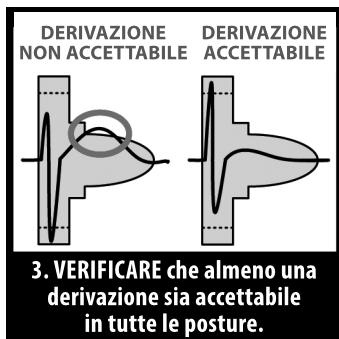

Figura 4. Valutazione del complesso QRS
3. **Valutare** il complesso QRS. Se l'intero complesso QRS e l'onda T sono contenuti all'interno del profilo colorato, il QRS viene ritenuto accettabile. Se qualsiasi porzione del complesso QRS o dell'onda T si estende all'esterno del profilo colorato, il QRS viene ritenuto inaccettabile (Figura 4 Valutazione del complesso QRS a pagina 21). È possibile utilizzare più profili colorati per valutare lo stesso ECG di superficie se si osservano ampiezze QRS variabili.